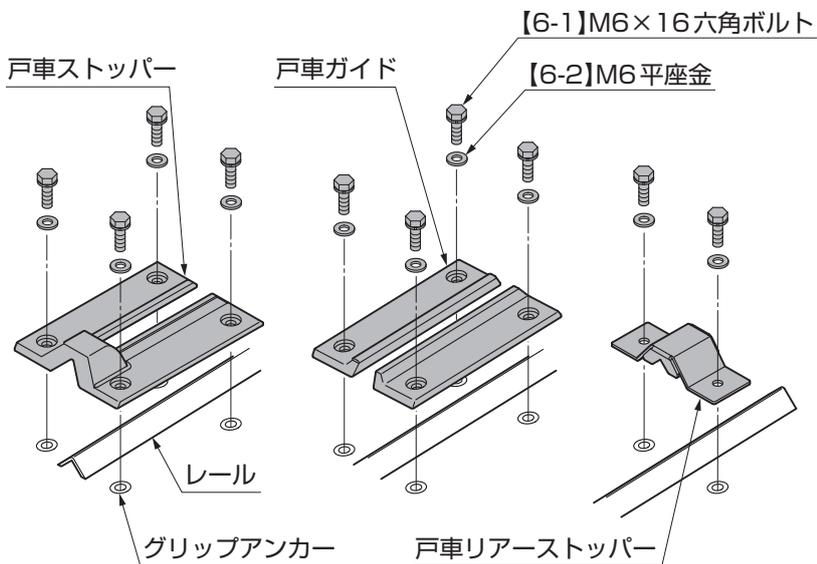

図15-7
- ①戸車ストッパー、戸車ガイド、戸車リアストッパーを[6-1]、[6-2]で固定してください。(図15-7参照)